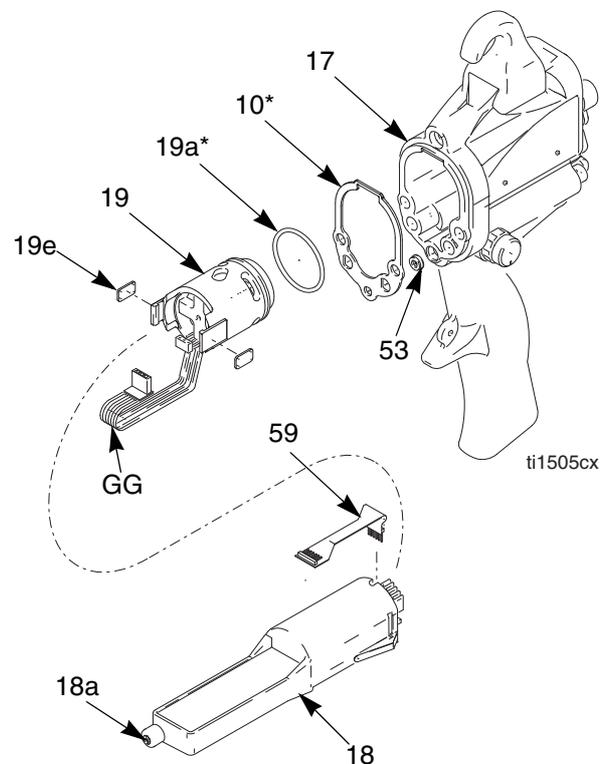

FIG. 18. Fuente de alimentación
3. Sujete la fuente de energía (18) con la mano. Con un ligero movimiento de lado a lado, libere el conjunto de la fuente de alimentación/alternador de la empuñadura de la pistola (17) y extráigala con cuidado. *En modelos Inteligentes únicamente*, desconecte el circuito flexible (59) del enchufe de la parte superior de la empuñadura (17). Consulte la FIG. 18.
4. Desconecte el conector de 3 hilos (GG) de la fuente de alimentación. Deslice hacia arriba el alternador y sáquelo de la fuente de alimentación. Inspeccione esta y el alternador en busca de daños. *En modelos Smart únicamente*, desconecte el circuito flexible de 6 clavijas (59) de la fuente de alimentación.
6. *En modelos Smart únicamente*, conecte el circuito flexible de 6 clavijas (59) a la fuente de alimentación.
7. Enchufe el conector de 3 cables (GG). Empuje el alternador (19) por la fuente de alimentación (18).
9. Lubrique el sello de la fuente de alimentación (18a) con grasa dieléctrica (40).
10. Inserte el conjunto de la fuente de alimentación/alternador en la empuñadura de la pistola (17). Cerciórese de que las correas de conexión a tierra hacen contacto con la empuñadura. *En modelos Smart únicamente*, conecte el circuito flexible (59) al enchufe de la parte superior de la empuñadura. Enchufe el conector de 6 clavijas en el enchufe para garantizar que esté bien conectado.
11. Monte el cañón (16), página 31. Asegúrese de que el resorte de puesta a tierra (53) está en su posición.